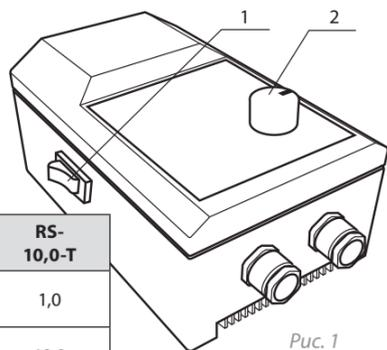

Рис. 1
Регуляторы серии RS-...-T, в дальнейшем именуемые — «изделие», применяются в системах вентиляции и кондиционирования для управления производительностью однофазных вентиляторов, путем плавного изменения подаваемого на двигатель напряжения. Управление осуществляется при помощи ручки потенциометра — 2 (см.рис.1), вынесенной на переднюю панель прибора. **Регулятор оборудован кнопкой включения/выключения — 1 (см.рис.1).**
ления **2** (см. рис. 1), в выбранном диапазоне при настройке регулятора. Минимальная выходная мощность от 25 до 100% задается подстроечным резистором — **9** (см. рис. 3), который находится **внутри** регулятора. Прибор оборудован плавким предохранителем — **7** (см.рис.3), защищающим прибор и подключенный к нему вентилятор, от повышенного токопотребления.
- Подключить разъем — **8**, установить ручку выбора скорости — **2** (см.рис.1) в минимум (против часовой стрелки). Далее, при помощи потенциометра — **9** (см.рис.3) установить желаемую минимальную скорость вентилятора.